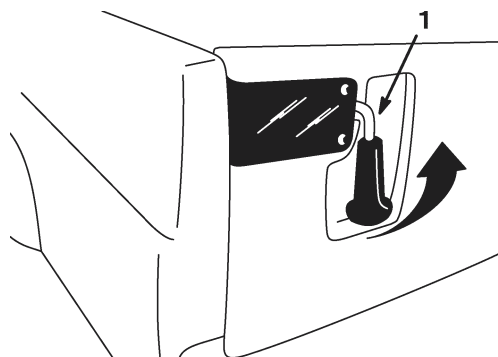

Figure 11
1. Pour déverrouiller le hayon, relevez les poignées de verrouillage (Fig. 11). Elles s'écartent alors vers le centre du hayon. Abaissez lentement le hayon.